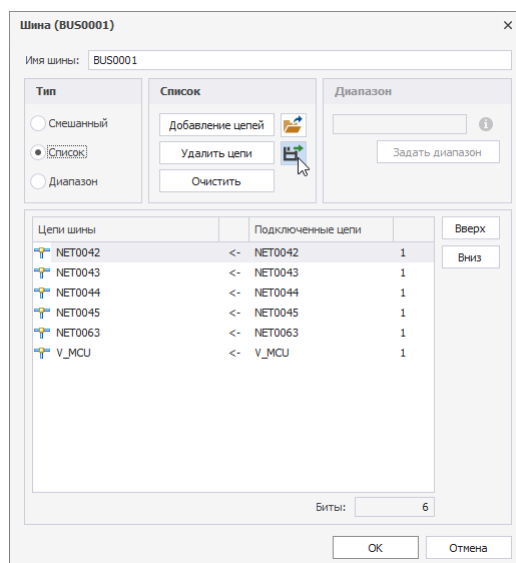

Рис. 176 Экспорт списка цепей шины
4) В поле «Список» нажать , см. Рис. 176. Список цепей шины будет выгружен в текстовый файл полностью.